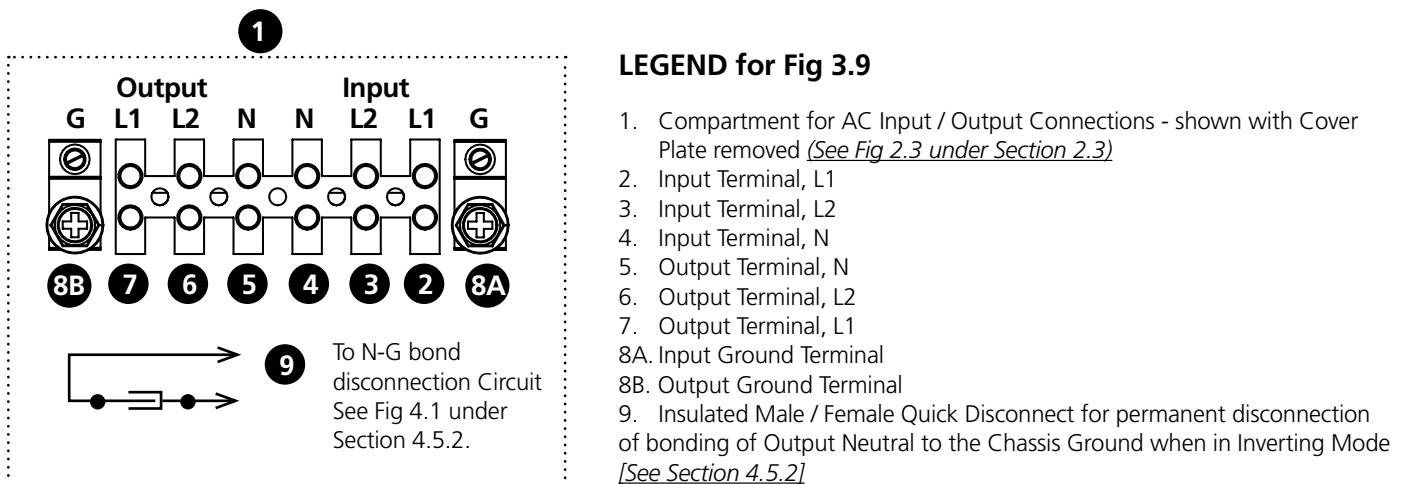

Fig 3.9 AC Input / Output Connections
Refer to Fig 3.9 for AC Input / Output Terminals and Table 3.2 under Section 3.8 for AC input breaker and wiring sizes
2. **NE connectez PAS** 120 VCA (même phase) aux bornes d'entrée «Input Line 1» (*Fig 3.9, Borne marquée 2*) et «Input Line 2» (*Fig 3.9, Borne marquée 3*). **Cela risque d'endommager l'appareil!**
Refer to Fig 3.9 for AC Input/Output Terminals and Table 3.3 under Section 3.9 for AC input breaker and wiring sizes
Disabling Internal Neutral to Chassis Ground Bond: In some applications, the AC Output Neutral (*5, Fig 3.9*) may be required to remain isolated from the metal Chassis Ground of the unit at all times. For this, the automatic Neutral to Ground bonding (*in Inverting Mode*) can be disabled by disconnecting the Male / Female Quick Disconnect (*9, Fig 3.9*).
- **Disabling Neutral to Ground Bond:** In some applications, the Output Neutral may be required to remain isolated from chassis/Ground at all times. For this, automatic Output Neutral to chassis Ground bond can be disabled by disconnecting the Insulated Male/Female Quick Disconnect (*9 in Fig 3.9*) located in the AC Wiring Compartment.
- **Désactivation du lien neutre à mise a terre:** *Dans certaines applications, il est nécessaire que la sortie neutre soit isolé du châssis/mise a terre à tout moment. Pour cela, la production automatique de la position neutre à la masse du châssis bon peut être désactivé en déconnectant le mâle/femelle isolée [Déconnexion rapide, 9, Fig 3.9] situé dans le compartiment de câblage AC.*